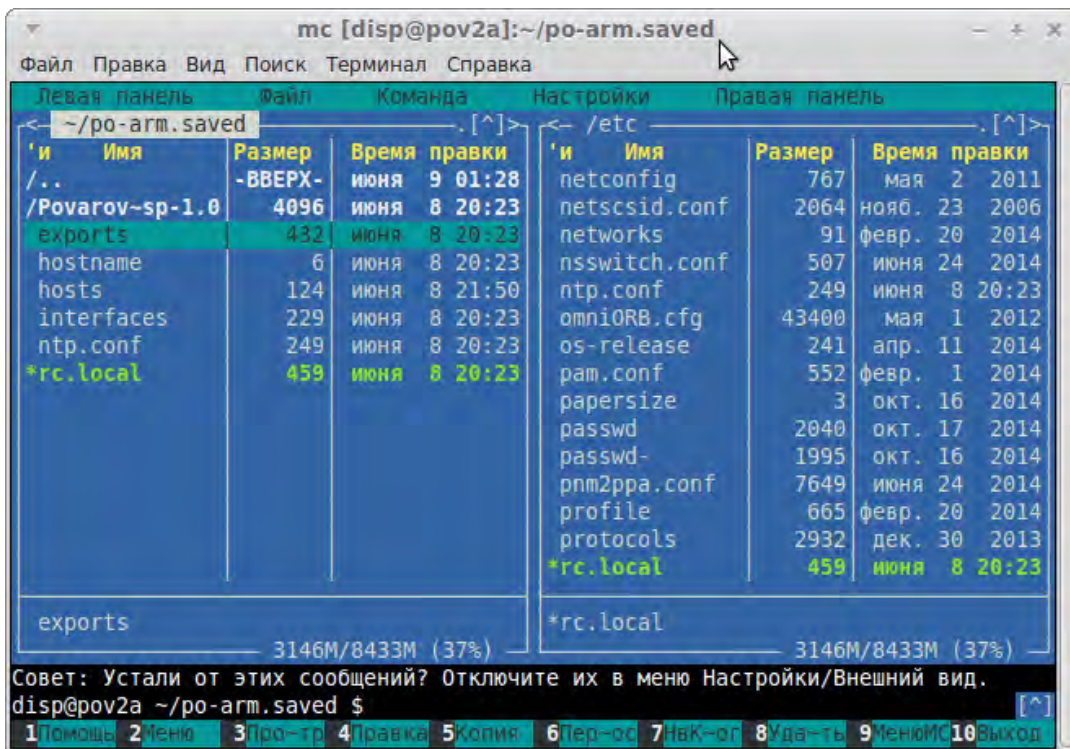

Рисунок 8. Ввод команды для копирования системных настроек.
7.1.11. Создать архивный файл в каталоге `~/po-arm.saved`, для этого выполняем команду «`tar zcf po-arm.saved.tgz *`» (Рисунок 8).